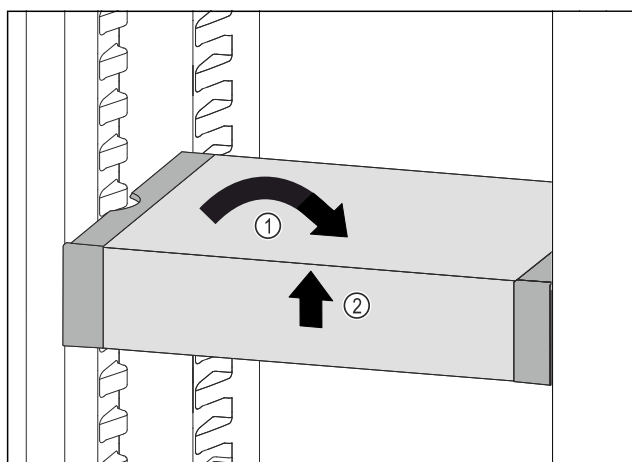

Fig. 137
- Collocare VarioSafe in maniera dritta. Fig. 137 (1)
- Sollevare VarioSafe dal lato anteriore. Fig. 137 (2)